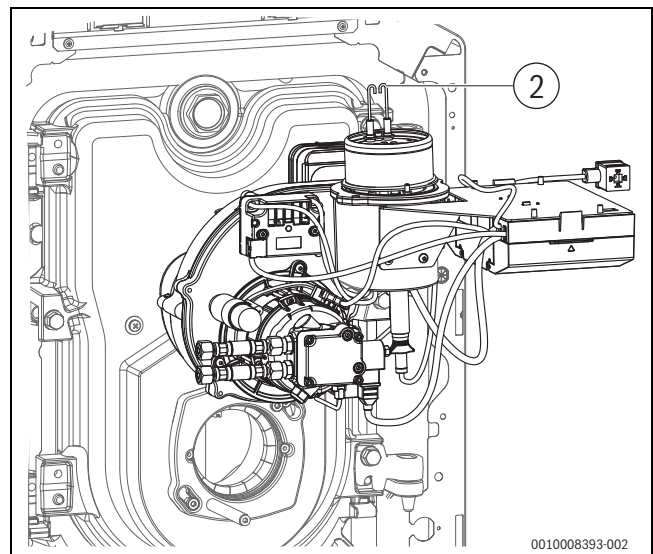

Fig. 36 Mise en place du brûleur en position de service
- Mettre le brûleur en position de service (→fig. 36).